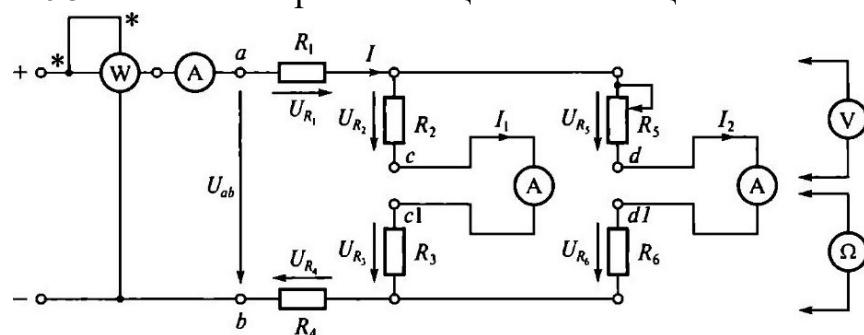

Рис. 3.1. Схема ЭЦ для проверки 1-го правила Кирхгофа
3.2. Записать в протоколе испытаний применительно к ЭЦ, показанной на рис. 3.1, выражения для закона Ома, 1-го и 2-го правил Кирхгофа, баланса мощностей.
3.5. Собрать ЭЦ в соответствии с рис. 3.1, установив вместо перемычек с-cl и d-d миллиамперметры постоянного тока. После проверки схемы преподавателем подать в ЭЦ постоянное напряжение, установив его значение в пределах 10...20 В. Значение Uab занести в табл. 3.1.
5.2. Записать в протоколе испытаний применительно к ЭЦ, показанной на рис. 3.1, выражения ш-ш закона Ома, 1-го и 2-го правил Кирхгофа, баланса мощностей.
5.3. В табл. 3.4 даны значения сопротивлений ЭЦ, приведенной на рис. 3.1. Напряжение питания U_{ab} задается преподавателем.